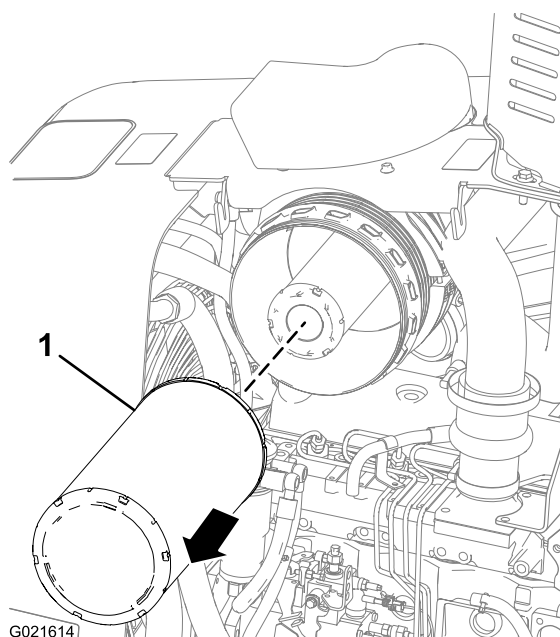

Figure 48
- Tirez le préfiltre vers l'extérieur et sortez-le du boîtier du filtre à air (Figure 48).
- Insérez le préfiltre neuf dans le boîtier du filtre à air (Figure 48).